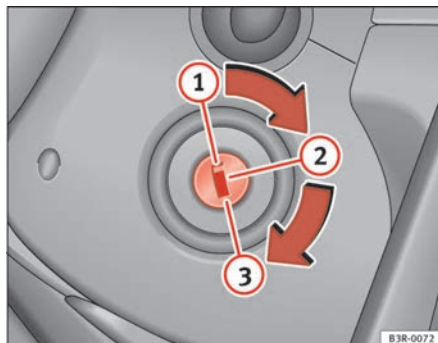

Fig. 148 Posizioni della chiave
- Girare la chiave d'avviamento in posizione  (⇒ pag. 179, fig. 148).